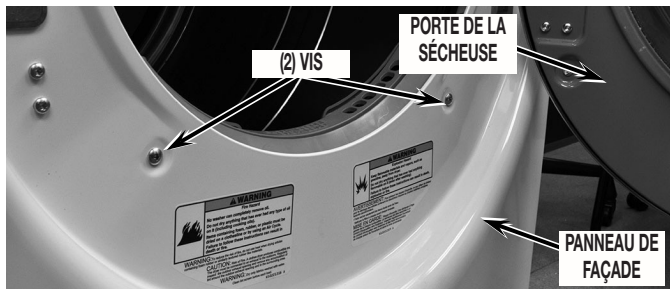

FIGURE 5
5. Ôter le panneau de façade : ouvrir la porte et ôter les deux (2) vis de fixation identifiées à la *Figure 5* ; après la dépose des deux vis, fermer la porte.